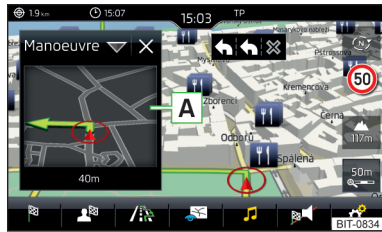

Abb. 206
Das Infotainment bietet die Möglichkeit an, im Zusatzfenster **Position** » Abb. 206 auf Seite 184 die folgenden Informationen zur aktuellen geographischen Fahrzeugposition sowie zum Satellitensignal anzuzeigen.
- Zur **Auswahl des Inhalts** des Zusatzfensters » **Abb. 206** die Funktionsfläche antippen und kontextabhängig eines der folgenden Menüs wählen.